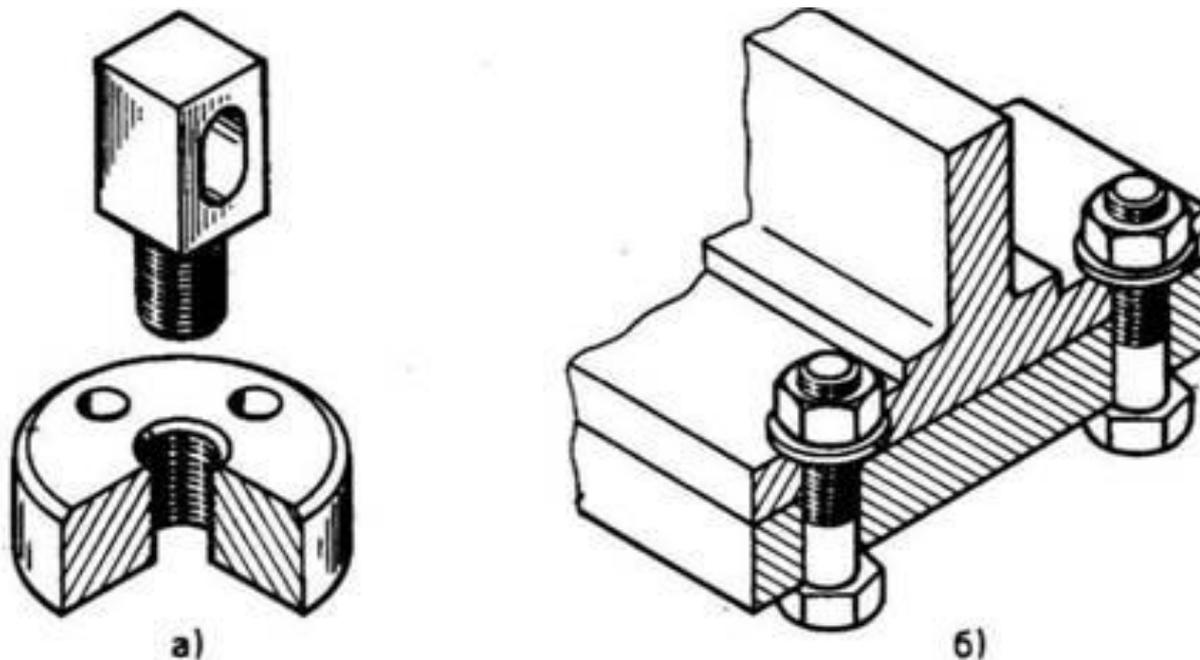

Рис. 195. Основные виды резьбовых соединений: а — непосредственным свинчиванием; б - с помощью болта
- соединения, осуществляемые непосредственным свинчиванием деталей без применения специальных соединительных частей (рис. 195, а);